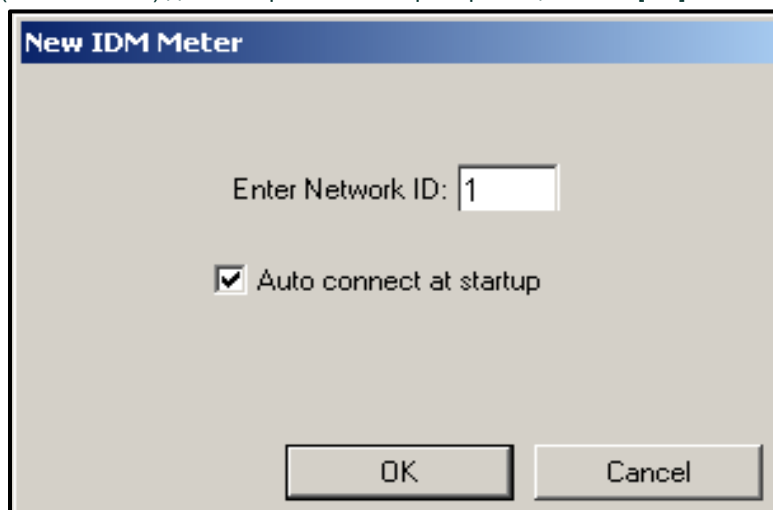

Рисунок 22: Окно нового измерительного прибора IDM
4. Откроется окно «*New IDM Meter*» (Новый измерительный прибор IDM) (показано на рис. 22). Введите номер идентификатора сети («*Network ID*») для измерительного прибора и щелкните [OK].